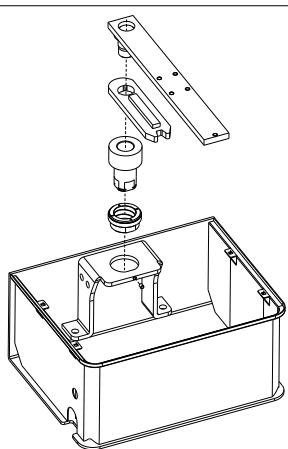

Abb. 8
2.4. Die Buchse in das Gehäuse einsetzen und mit der dafür vorgesehenen Schraube befestigen (Abb.8).
2.5. Alle Teile wie in Abb. 8 montieren.